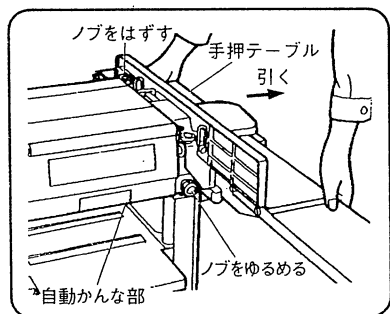

図 31
- (1) 手前側のノブをゆるめ、奥側のノブを抜き、手押テーブルの両端を手で支え、矢印の方向に引くと手押テーブルが取りはずせます。(図 31)